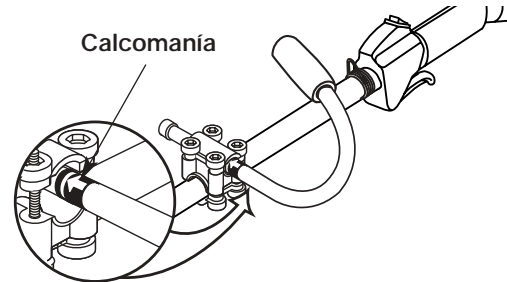

Figure 2
7. Deslice la manija en J hacia dentro o hacia fuera hasta que la flecha o línea blanca de la calcomanía toque el ensamble de abrazaderas (Fig. 2).